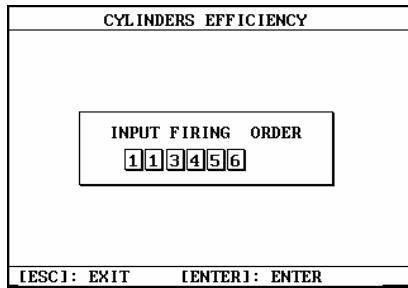
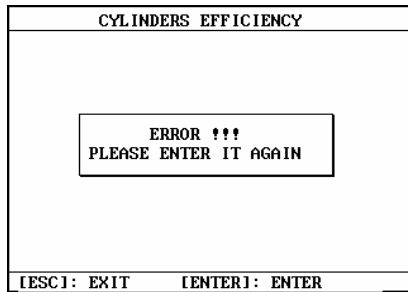

Abb.7-34
Abb.7-35
- ◆ Versichern Sie sich, dass sie die korrekte Zündungs-Reihenfolge eingegeben haben, denn sonst kann der Test nicht ausgeführt werden. Wenn sie zum Beispiel eine inkorrekte Zündungs-Reihenfolge wie in Abb.7-34 eingeben, wird der Bildschirm die Fehlermeldung wie folgt anzeigen:Abb.7-35.